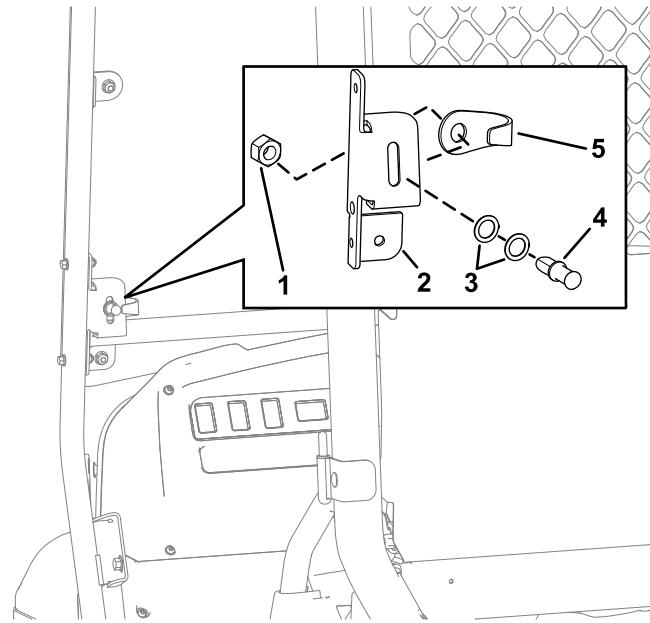

Figura 63
- Alinhe o pino do trinco e a proteção do pino com a abertura do suporte de montagem como se mostra na Figura 63.
- Insira o pino do trinco (primeiro sem as anilhas) na proteção do pino (Figura 63).
- Alinhe o pino do trinco e a porca de retenção na parte posterior da abertura da placa de montagem (Figura 63).
- Aperte a porca de retenção no pino do trinco à mão (Figura 63).